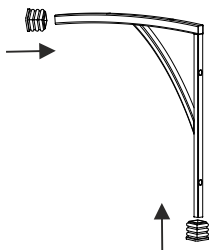

Рис.2
2. Установите пластиковые заглушки в кронштейны крепления (по 2 штуки в каждый кронштейн). *Рис.2.*